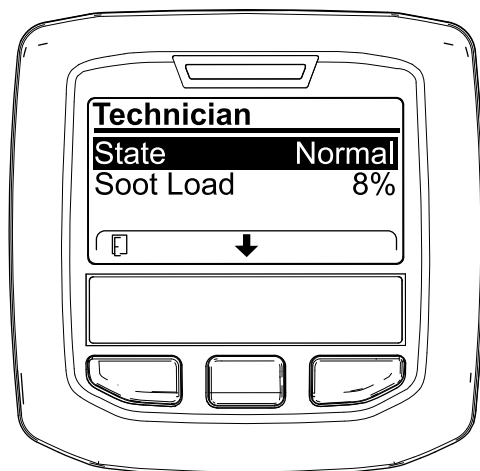

Figura 26
- Utilice la tabla de funcionamiento de DPF para comprender el estado actual del funcionamiento del DPF (Figura 26).